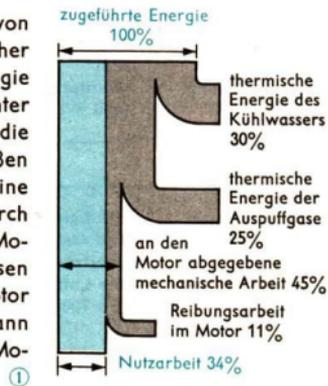

Bild 54/2 Energiestreifendiagramm eines Ottomotors
Zur Vergrößerung des Wirkungsgrades insbesondere von wärmetechnischen Anlagen ist man bemüht, bei gleicher aufgewandter Energie den Anteil der nutzbaren Energie zu erhöhen. Bei Motoren liegt der Wirkungsgrad unter 50% (Bild 54/2). Die größten Verluste entstehen durch die Wärmeabgabe an das Kühlsystem sowie durch die heißen Auspuffgase. Neuere Untersuchungen zeigen, daß eine gewisse Verbesserung des Wirkungsgrades dadurch möglich ist, daß andere Materialien für den Bau des Motors verwendet werden. Diese neuen Materialien lassen wesentlich höhere Temperaturen zu, so daß der Motor nicht mehr so stark gekühlt werden muß. Dennoch kann aus physikalischen Gründen der Wirkungsgrad von Motoren nur im geringen Maße verbessert werden.
① Erläutere anhand von Bild 54/2 die „Energieverluste“ beim Ottomotor!
② Berichte anhand der Tagespresse über Beispiele zur Nutzung von Abwärme in Industrie und Landwirtschaft!
③ Berichte anhand der Tagespresse über aktuelle Beispiele zur Wärmedämmung im Bauwesen!